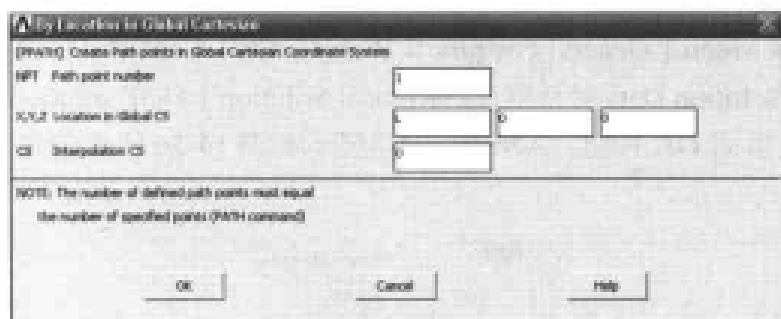

图 14-29 定义路径点对话框
(6) 单击 OK 按钮, 出现 By Location in Global Cartesian 对话框, 参照图 14-29 对其进行设置, 单击 OK 按钮, 出现 By Location in Global Cartesian 对话框, 在 NPT Path point number 文本框中输入 2, 在 X,Y,Z Location in Global CS 文本框中依次输入 L、R、0, 单击 OK 按钮, 出现 By Location in Global Cartesian 对话框, 单击 Cancel 按钮关闭该对话框。